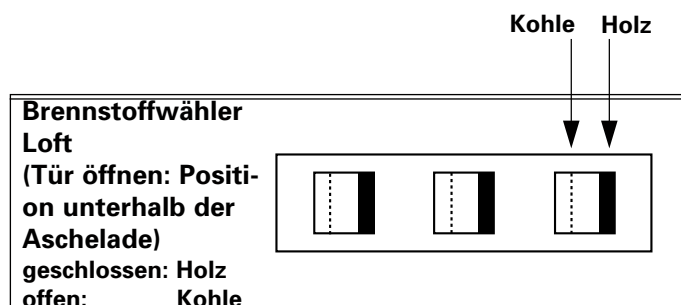

Abb. 9
- Brennstoffwähler auf Stellung Holz (siehe Abb. 9).
- Den Brennstoffwähler für das Heizen mit Braunkohlenbriketts ganz öffnen (»Stellung Kohle« siehe Abb. 9).